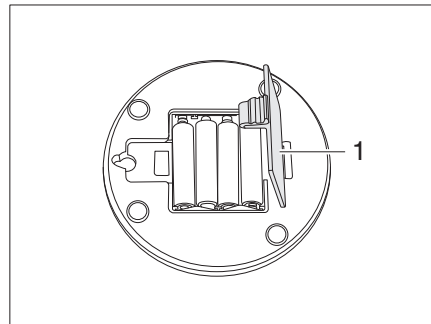

Bild 107 Leuchte im Aufstelldach
- Batteriefach (Bild 107,1) öffnen und Batterien entnehmen.
- Neue Batterien einsetzen und Batteriefach (Bild 107,1) schließen.